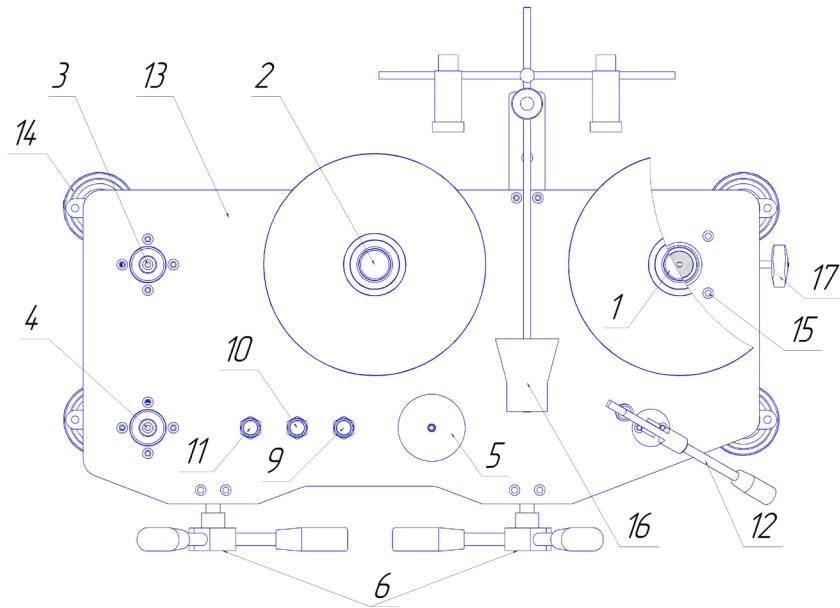
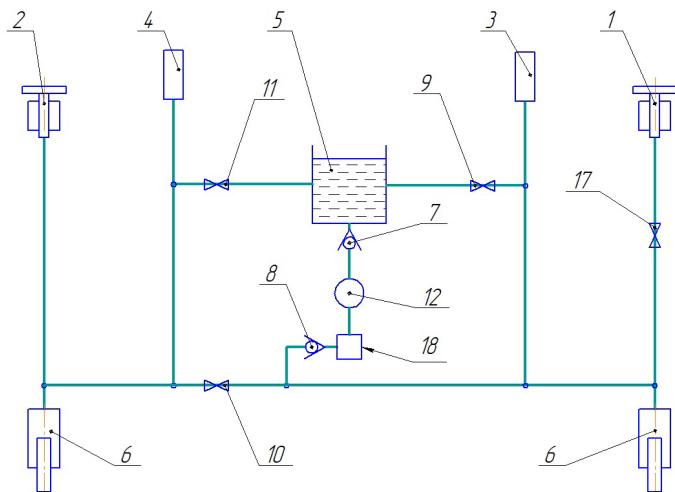

Рис. 1. Манометр грузопоршневой дифференциальный
Рис.2.
4.2 Манометр грузопоршневой дифференциальный функционально состоит из четырех частей: устройства для создания давления, двух поршневых систем, двух комплектов грузов и статоскопа. Основание 13 (Рис. 1) манометра грузопоршневого дифференциального выполнено в виде стальной плиты снабжённой четырьмя регулируемыми опорами 14. Прессы 6 представляют собой объёмные регуляторы для точного задания и подстройки давления. Ручной насос выполнен в виде отдельного узла 12, и состоит из рычажного пресса, соединенного с клапанами 7,8 (Рис. 2). Для повышения надежности работы, а также для предотвращения повреждения устройства, в гидравлическую схему включен фильтр тонкой очистки 18. На основании 13 (Рис. 1) расположен стакан 5 для рабочей жидкости. ИПС 1 устанавливается на правую стойку (стойка для ИПС), БПС 2 на левую стойку, поверяемый (калибруемый) СИ устанавливается непосредственно на стойки 3 и 4 при помощи присоединительных гаек. Для
4.5 Манометр грузопоршневой дифференциальный работает следующим образом. С помощью ручного насоса 12 (Рис. 1) рабочая жидкость перекачивается из стакана 5 в основной блок, прессы 6, в стойки ИПС 1, БПС 2, 3 и 4, с установленным средством измерения. Ручной насос 12 необходим для предварительного сжатия воздуха, находящегося в присоединенном СИ с целью уменьшения его объема, и для прокачивания системы. Величина создания давления ручным насосом зависит от установленного СИ и не должна превышать 3 МПа. Далее, с помощью вращения одного из штурвалов пресса 6 по часовой стрелке, плавно создается необходимое давление до всплытия одной из поршневых систем (ИПС или БПС). Далее уравновешиваются ИПС и БПС при помощи разновесов. После уравновешивания поршневых систем связь между ними прерывают, закрытием отсечного вентиля 10 (Рис. 1 и 2) и на ИПС 1 накладывают нагрузку, соответствующую воспроизводимой (измеряемой) разности давления. С помощью прессов 6 поршневые системы вновь уравновешивают. На поверяемые СИ, подключенного к стойкам 3 и 4, подалось давление, равное разности давлений, созданных двумя поршневыми системами ИПС и БПС. Равновесное положение поршневых систем определяется с помощью статоскопа. Для уменьшения давления необходимо вращать штурвал пресса 6 в обратную сторону. Для сброса оставшегося давления, предусмотрены запорные вентили 9 и 11 сброса давления.
6.12 Перекройте вентили сброса давления 11 и 9 (Рис. 1). Вентиль 10 оставьте открытым.
6.18 Положите уровень на грузоприемное устройство ИПС и отрегулируйте ее вертикальное положение регулировочными винтами 15 (Рис. 1).
7.4 Установите прессы 6 (Рис. 1) в среднее положение.